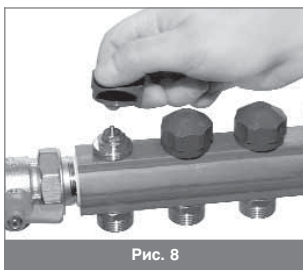

Рис. 8
1. Открутить колпачок ручной регулировки (рис. 8).